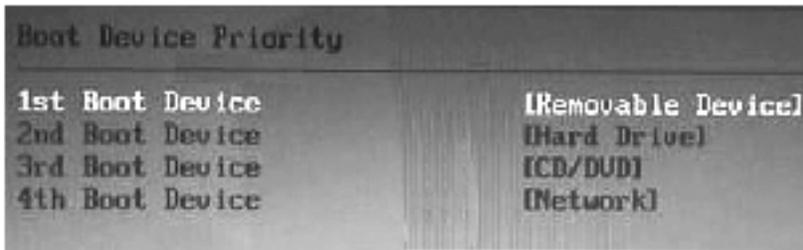

图 2-9 启动顺序设置界面
① 快速启动设置。快速启动设置用于设置计算机是否在启动时进行自检功能, 从而来加速系统启动速度; 若设置成“Disabled (禁用)”, 系统将会在每次开机时执行所有自检, 但是这样会减慢启动速度; 通常情况下建议设置为“Enabled (开启)”。
② 安静启动设置。安静启动设置用于设置开机画面和开机硬件检测等。和台式机一样，默认情况下笔记本电脑开机时首先检测处理器和内存、硬盘及开机画面显示，而这些工作有时没有必要进行，因此通常情况把“Quiet Boot”一项设置为“Enabled（开启）”，这样就不会显示开机画面及进行硬件检测等步骤了，从而提高开机启动速度。
2) 启动顺序设置。启动顺序设置界面如图 2-9 所示。该项目用于设置开机时系统启动存储器的顺序，例如在安装操作系统时要从光驱启动，就必须将“1st Boot Device”设置成光驱。图 2-9 中设置的是硬盘，因此当系统开机时第一个启动的是硬盘。若不是必须从光驱启动，建议将第一启动设置成为硬盘，将其他的启动项目设置成为“Disabled（禁用）”，这样系统启动时不用去搜索其他多余的硬件装置，启动速度就会相对快一些。